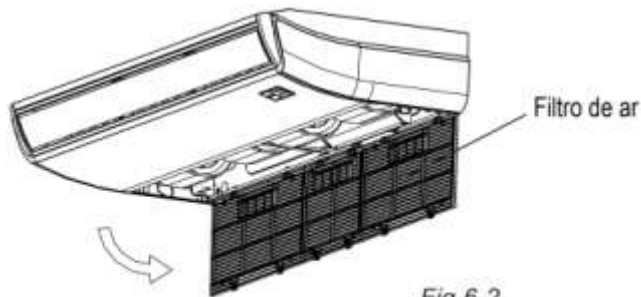

Fig. 6-2
- Retire o filtro de ar. (Ver Fig. 6-2)
- Reinstale o filtro de ar pela ordem inversa da Fig. 6-2.